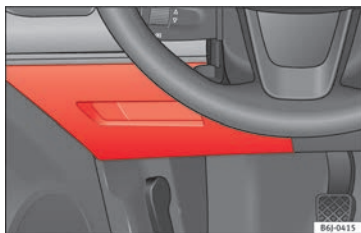

Fig. 39
- Apertura: Togliere il coperchio dalla scatola dei fusibili » **fig. 39**.